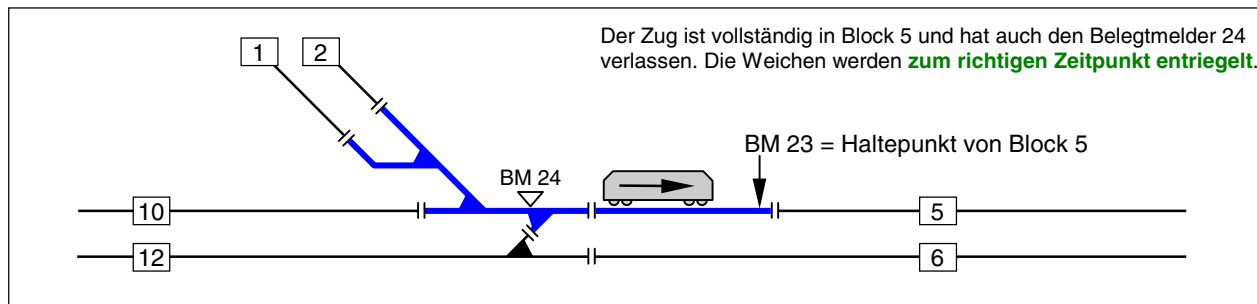

Bild 13.2 Beste Lösung mit eigenem Weichen-Meldebereich
1. Der Weichenbereich (W12, W17, W31) erhält einen eigenen Belegtmelder (z.B. BM24 in Bild 13.2). Diese Lösung ist optimal, erfordert aber einen zusätzlichen Belegtmelder in Block 5.
Bei **MpC-Digital** und der Lösung nach Bild 13.2 wird der Weichenbereich zu einem eigenen Block gemacht und als 'über-Block' in die Streckenbeschreibung eingefügt. Dann ist kein Eintrag in das SE-Formular in der "Belegtmelder-Zeile" erforderlich. Solange er als 'über-Block' nämlich noch belegt ist, hat der Zug seinen Zielblock nicht vollständig erreicht und die Fahrstraße bleibt allein deshalb noch verriegelt.
Diese Möglichkeit wurde für einen Bahnhof gewünscht, dessen Einfahrt zwar noch einsehbar, dessen Haltebereich aber verdeckt ist. Bis zum vorderen Haltemelder fahrende Züge wären dann je nach Zuglänge mehr oder weniger im verdeckten Teil verschwunden und das Gleis augenscheinlich frei. Durch Eingabe des Buchstabens **g** und eines Melders hält der Zug, wenn er "ganz im Block" angekommen und die zurückliegende Fahrstraße entriegelt worden ist. Der Melder hinter dem g fungiert als Notmelder, bei dem der Zug stoppt falls er für den Block zu lang ist. Die möglichen Situationen gleichen denen in Bild 13.1-3, wobei die dargestellte Lok etwa dem Standort des letzten Wagens entspricht, wenn der Zug steht. Da der jeweilige Melder jedoch erst 2 Sekunden nach dem Verlassen frei meldet, steht der Zugschluss nicht direkt hinter der Trennstelle, sondern (je nach Schleichgeschwindigkeit) ein Stück dahinter. Die beste Situation ist die in Bild 13.2, wenn die Weichen einen eigenen Belegtmelder haben der im unteren Teil des SE-Formulars als einer der zwei 'Freimelder' eingetragen ist: